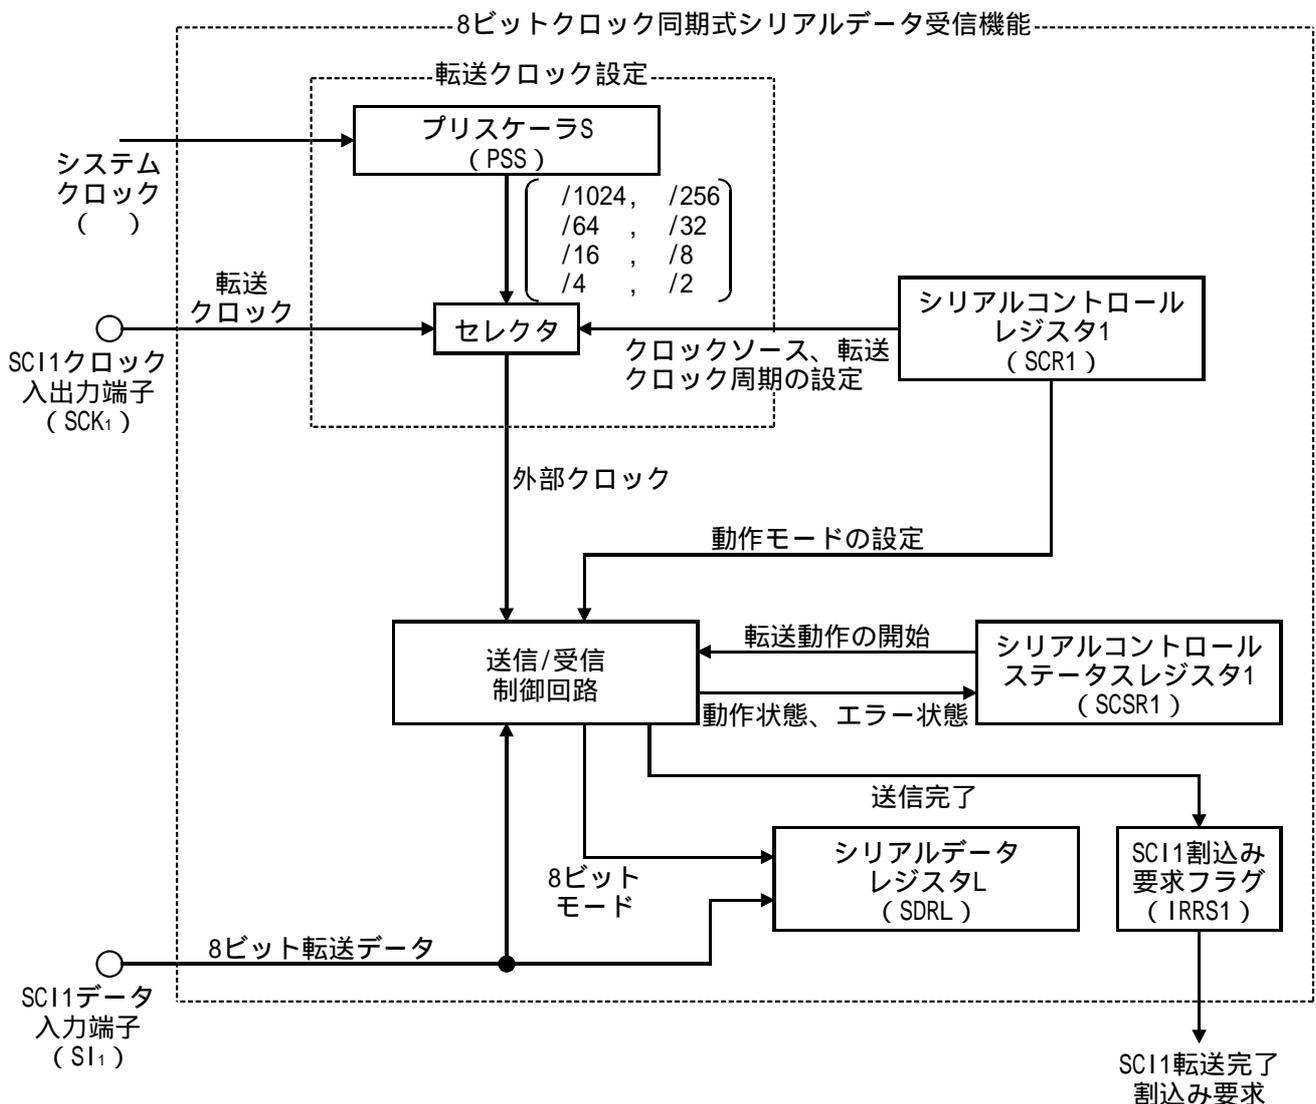

図2 クロック同期式シリアルデータ受信機能のブロック図
- (1) 本タスク例では、シリアルコミュニケーションインタフェース (SCI : Serial Communication Interface) を使用して、クロック同期式のシリアルデータの受信を行ないます。図2にクロック同期式シリアルデータ受信のブロック図を示します。以下にクロック同期式シリアルデータ受信のブロック図について説明します。